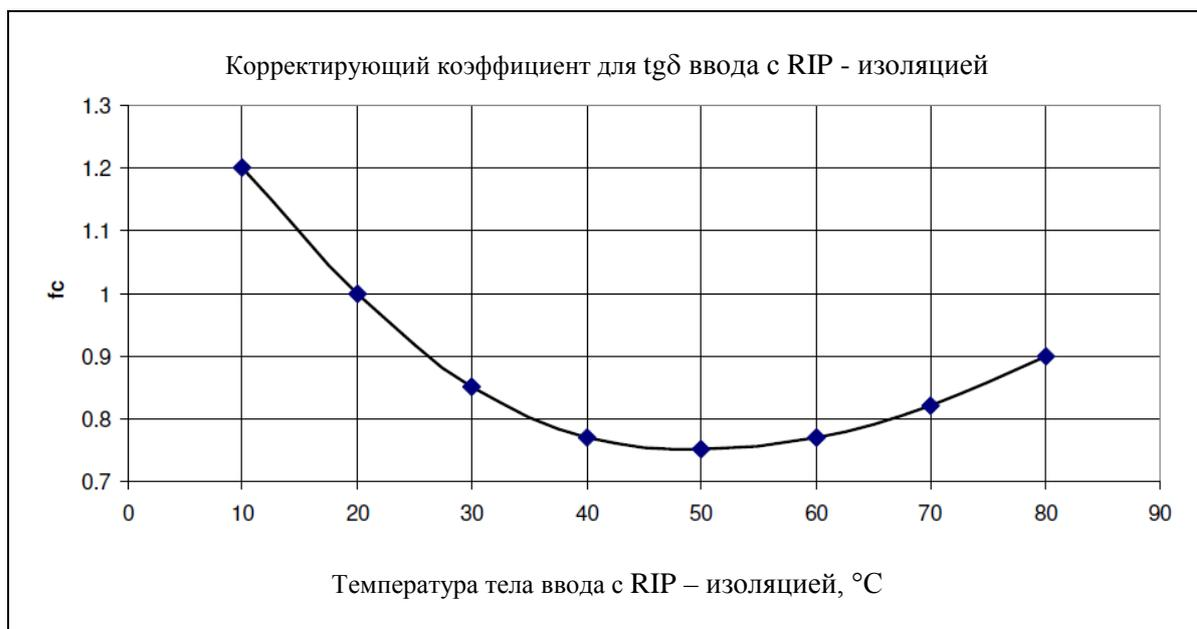

Рис. 5
7.2.1 Произведите разборку верхней части ввода. Конструкция верхней части дана на рис.5.
Значение  $\text{tg}\delta_1$  изменяется в зависимости от температуры тела ввода и, следовательно, для сравнения с первоначально измеренной величиной, измеренную величину  $\text{tg}\delta_1$  нужно привести к 20°C. Для этого её нужно разделить на корректирующий коэффициент, приведённый в таблице 3 или взятый из графика на рис.5.